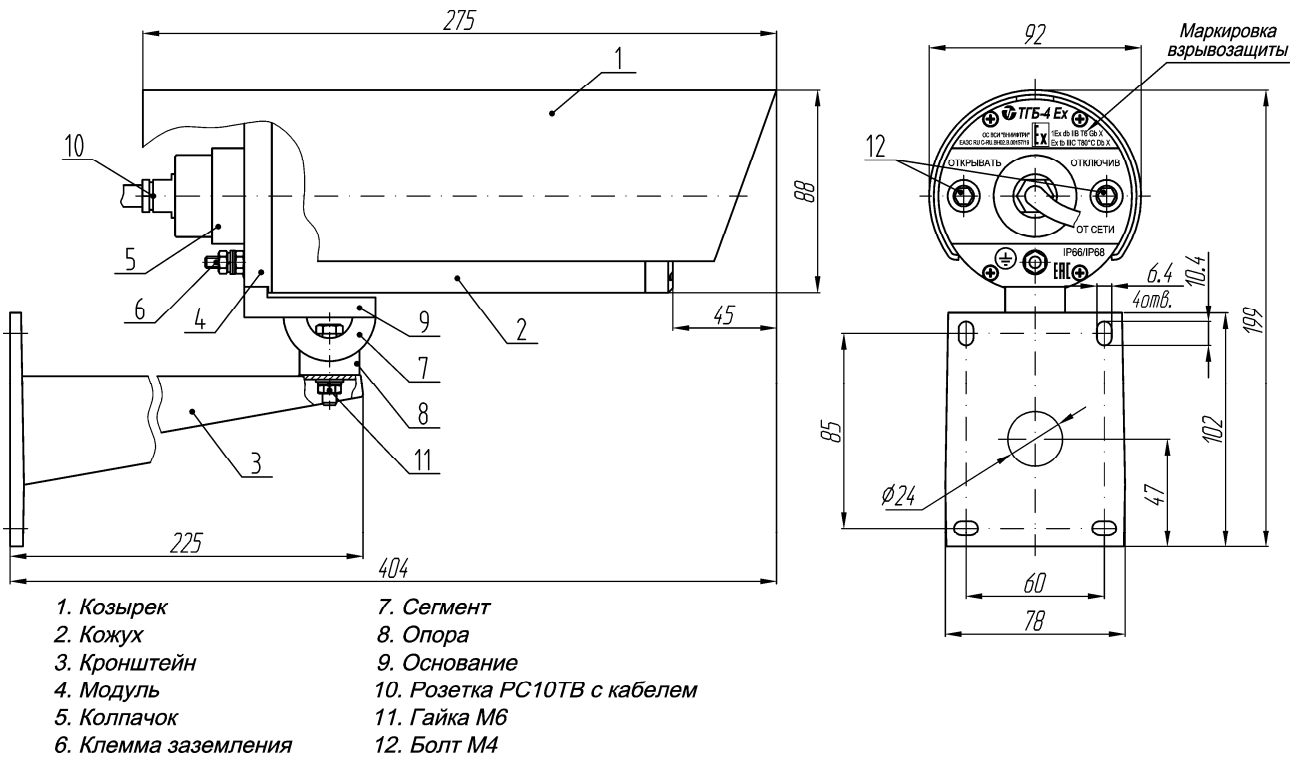
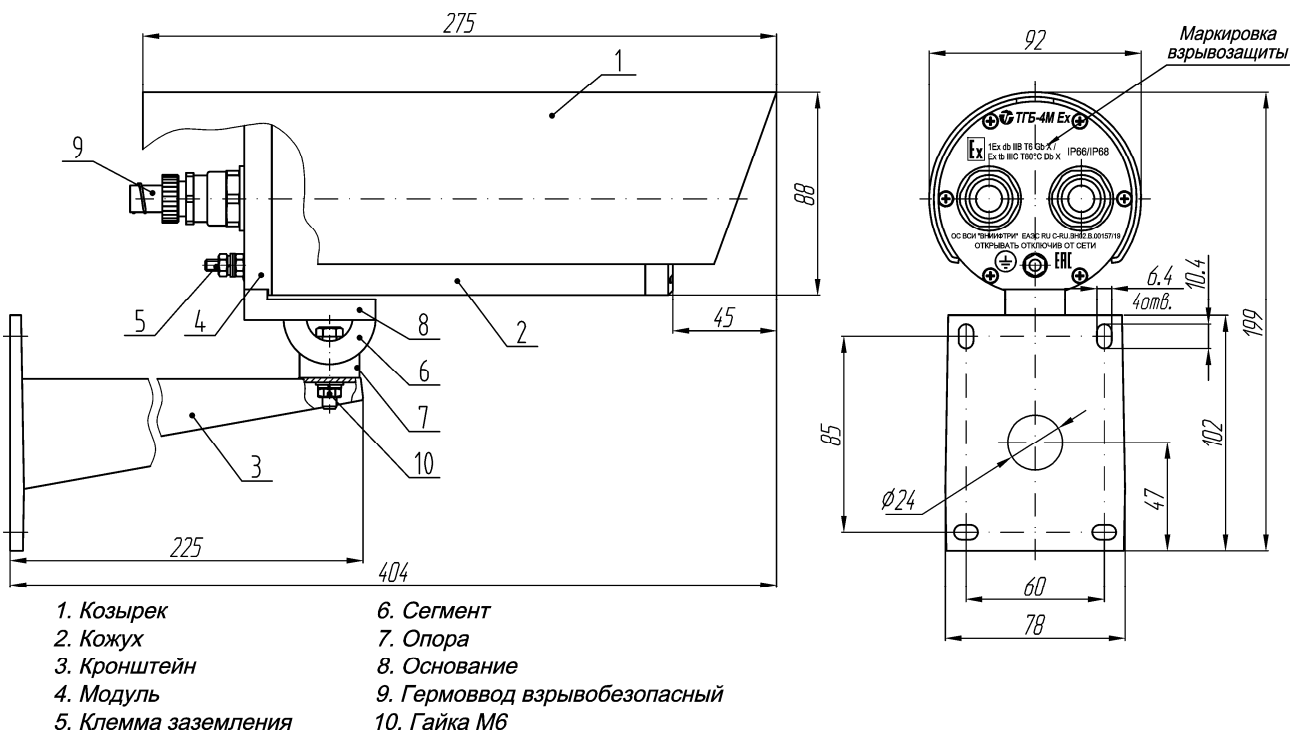
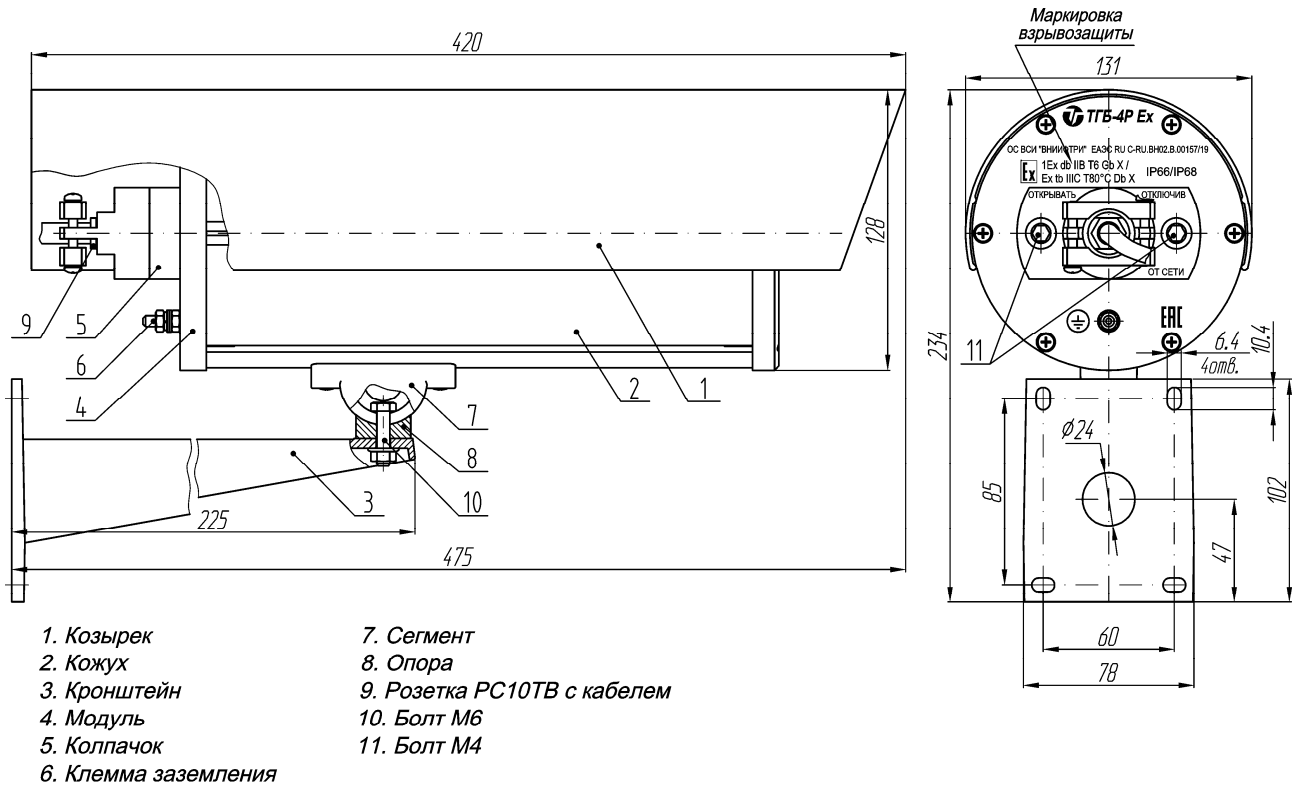
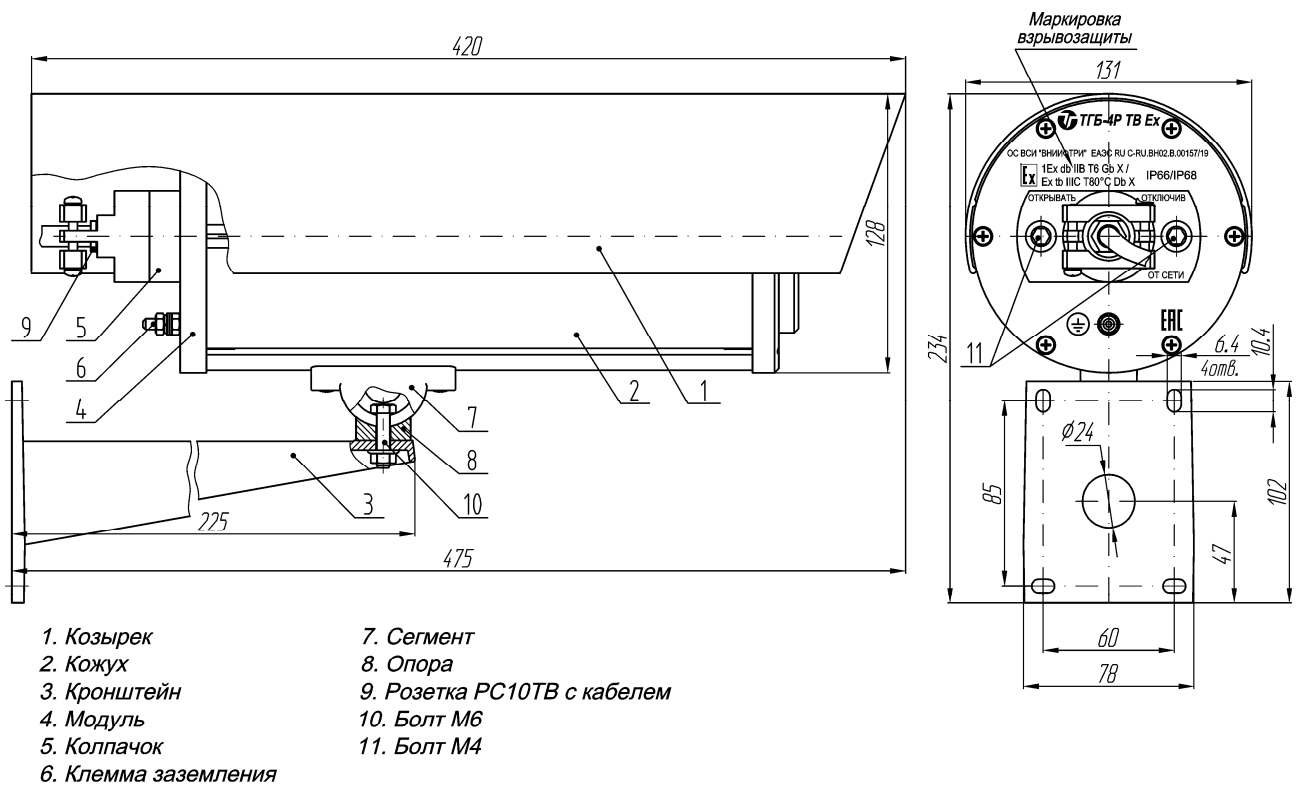

Рис.1 Общий вид термокожухов ТГБ-4 Ex, ТГБ-4 Ex IIC
Рис.2 Общий вид термокожуха ТГБ-4М Ex, ТГБ-4М Ex IIC
Рис.3 Общий вид термокожуха ТГБ-4Р Ex, ТГБ-4Р Ex IIC
Рис.4 Общий вид термокожуха ТГБ-4Р ТВ Ex, ТГБ-4Р ТВ Ex IIC
1.9.3. На задней крышке термокожухов, входящей в состав модуля (поз.4 рис.1...6), установлены один разъем РСГ10ТВ (ТГБ-4 Ех, ТГБ-4Р Ех, ТГБ-4Р ТВ Ех, ТГБ-4 Ех ИС, ТГБ-4Р Ех ИС, ТГБ-4Р ТВ Ех ИС) или 2 гермоввода с категорией взрывозащиты не хуже 1Ех d ИС X, с защитой от воспламенения горючей пыли DIP A21 (ТГБ-4М Ех, ТГБ-4Г Ех, ТГБ-4Г ТВ Ех, ТГБ-4М Ех ИС, ТГБ-4Г Ех ИС, ТГБ-4Г ТВ Ех ИС), с помощью которых осуществляется подача питающего напряжения на термокожух, видеокамеру, тепловизор, ИК-прожектор или другое электронное оборудование и съем видеосигнала с выхода видеокамеры.
Для обеспечения взрывозащиты соединения блочной части разъема РСГ10ТВ и кабельной розетки РС10ТВ с патрубком, закрывается колпачком (поз.5 рис.1, 3, 4).
1.9.4. Крепление термокожуха осуществляется с помощью кронштейна (поз.3 рис.1...6).
1.9.6. Для защиты стекла от осадков и ограничения засветки солнечным светом и осветителями служит козырек (поз.1 рис.1...6), укрепленный сверху на корпусе термокожуха. В зависимости от поля зрения видеокамеры или установленного угла освещения ИК-прожектора козырек может быть перемещен вперед или назад так, чтобы не ограничивать поле зрения или угол освещения.
Длина кабеля определяется потребителем и указывается в заказе. Защита места присоединения разъема в термокожухах ТГБ-4 Ех, ТГБ-4Р Ех, ТГБ-4Р ТВ Ех, ТГБ-4 Ех ПС, ТГБ-4Р Ех ПС и ТГБ-4Р ТВ Ех ПС обеспечивается колпачком (поз.5 рис.1, 3, 4), устанавливаемым на заднюю крышку модуля (поз.4 рис.1, 3, 4) и закрывающим патрубок разъема (поз.10 рис.1 или поз.9 рис.3, 4). Колпачок должен быть заполнен герметиком из поставляемого комплекта через отверстия в верхней части, которые закрываются стопорными винтами.
1.10.6. Для защиты персонала от поражения электрическим током на задней крышке модуля термокожухов предусмотрена клемма заземления (поз.6 рис.1, 3, 4 или поз.5 рис.2, 5, 6), обозначенная знаком \oplus , которую при установке на месте эксплуатации, необходимо соединить с шиной заземления.
3.1.3.1. Отвернуть два болта М4 (поз.12 рис.1 для ТГБ-4 Ех, ТГБ-4 Ех ПС или поз.11 рис.3 для ТГБ-4Р Ех, ТГБ-4Р Ех ПС, рис.4 для ТГБ-4Р ТВ Ех, ТГБ-4Р ТВ Ех ПС), крепящие колпачок (поз.5 рис.1, 3, 4). Продеть шнур с
3.1.3.3. Произвести разметку кабеля и подготовку отверстий для крепления кронштейна на стене в соответствии с крепежными размерами, указанными на рис.1, 3, 4. Закрепить кронштейн с помощью 4 шурупов или винтов диаметром не менее 5 мм и не более 6 мм.
3.1.3.4. Установить термокожух на кронштейне и закрепить его гайкой М6 (поз.11 рис.1 для ТГБ-4 Ех, ТГБ-4 Ех ПС или болтом М6 поз.10 рис.3 для ТГБ-4Р Ех, ТГБ-4Р Ех ПС, рис.4 для ТГБ-4Р ТВ Ех, ТГБ-4Р ТВ Ех ПС), не затягивая ее.
3.1.3.9. С помощью ключа затянуть гайку М6 (поз.11 рис.1 для ТГБ-4 Ех, ТГБ-4 Ех ПС) или болт М6 (поз.10 рис.3 для ТГБ-4Р Ех, ТГБ-4Р Ех ПС, рис.4 для ТГБ-4Р ТВ Ех, ТГБ-4Р ТВ Ех ПС) крепления термокожуха на кронштейне.
- отвернуть два болта М4 крепления колпачка (поз.5 рис.1, 3, 4), вращательным движением против часовой стрелки ослабить сцепление его с герметиком и медленно сдвинуть колпачок на кабель;